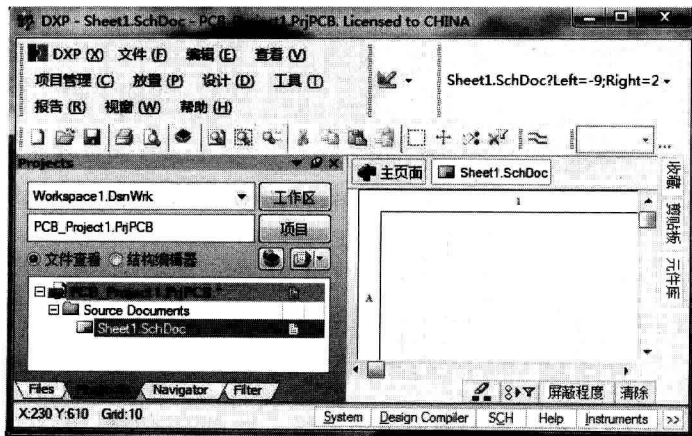

图 1.11 创建原理图
② 执行“文件”|“创建”|“原理图”命令,新建一个原理图文件,默认名为 Sheet1.SchDoc,如图 1.11 所示。